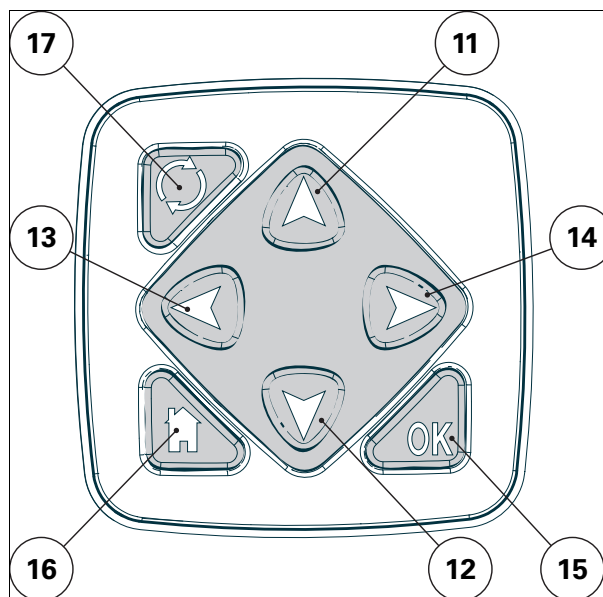

Рис. 10.
- (3) (4) Дисплей двойного назначения: контролирует уровень мочевины ((3)) (AdBlue/DEF только для Двигатель 3 с технологией AdBlue/DEF) и напряжение заряда аккумуляторной батареи ((4)). Для переключения между дисплеями используйте кнопку "Отмена" ((16)) на клавиатуре Блок управления ТМС рис. 10 на главном экране.
- (5) (6) Дисплей двойного назначения: отслеживает давление моторного масла ((6)) и давление пневматических тормозов ((5)). Для переключения между дисплеями используйте кнопку со стрелкой "вниз" на клавиатуре Блок управления ТМС рис. 10 на главном экране.
- (1) ЖК-дисплей переднего хода, нейтрали и заднего хода
- (2) Индикатор чувствительности сервопривода заднего хода
- (3) Дисплей скорости переднего хода
- (4) Цифровой дисплей: Частота вращения заднего MOM, частота вращения двигателя, время работы, часы наработки двигателя.
- (5) Дисплей включенной повышающей передачи
- (6) Дисплей включенной понижающей передачи
- (7) Дисплей включенной конвейерной передачи.
- (8) Дисплей уровня масла во вспомогательной гидравлической системе
- (9) Индикатор автоматической работы переднего моста
- (10) Дисплей выбора: Параметры частоты вращения заднего MOM и двигателя могут отображаться в нижней части экрана и выбираются нажатием кнопки (17), расположенной на рулевом колесе рис. 10 справа.
**ПРИМЕЧАНИЕ:** Сброс времени работы. Выберите необходимый параметр, затем нажмите и удерживайте кнопку (17) в течение около 5 с, чтобы сбросить отображаемое значение до 0.